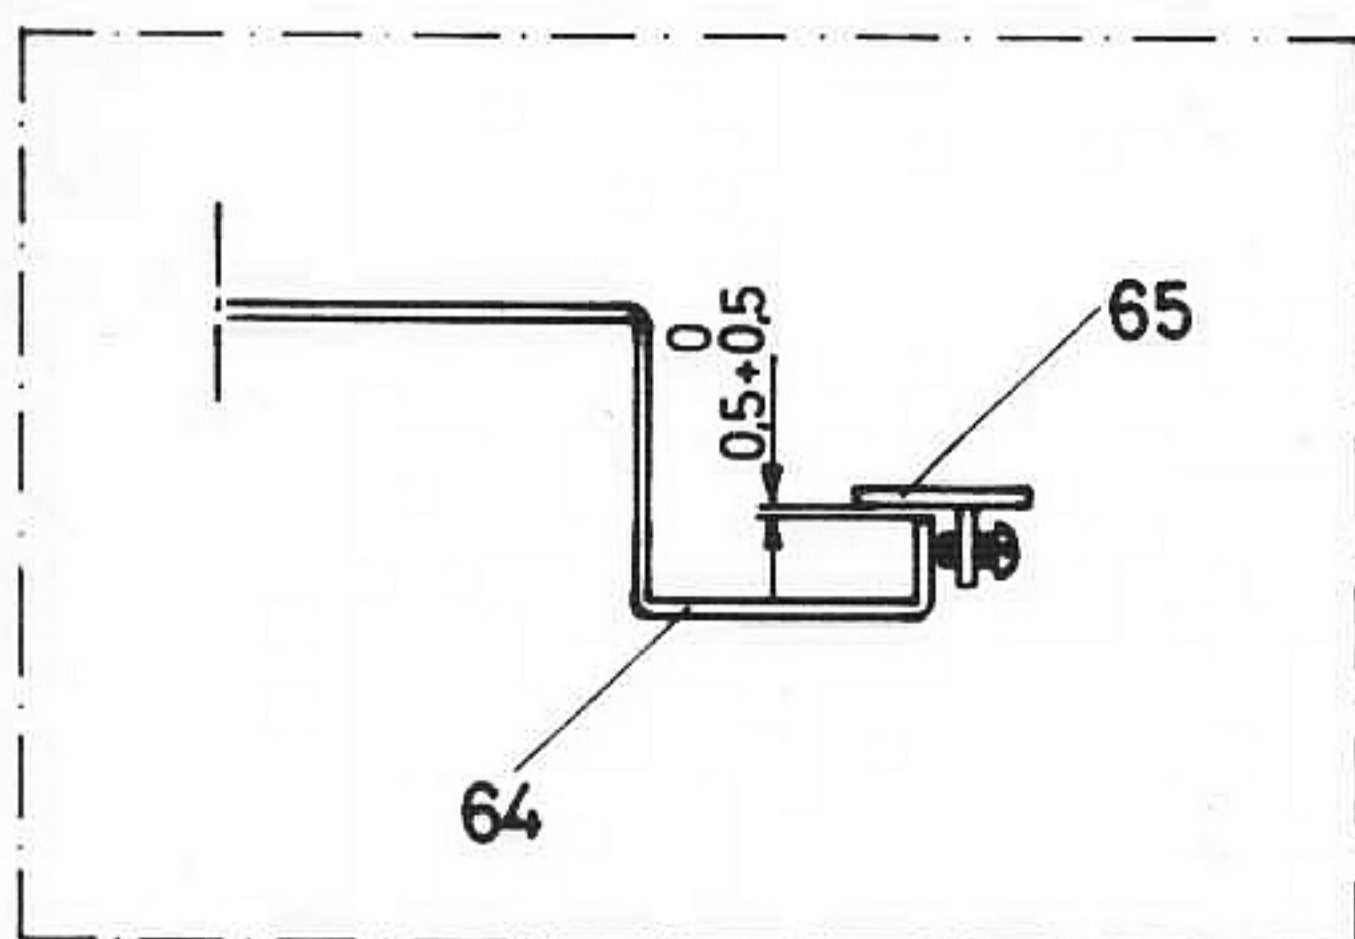

Fig. 25
Justering av manöverarm (64) fig 25